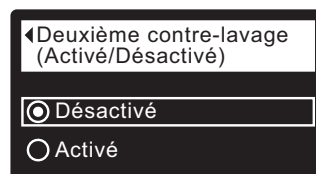

FIG. 75
- 8d. **Deuxième contre-lavage (Activé/Désactivé)** : Si le cercle à gauche de l'option souhaitée a déjà un point (cf. Figure 75), passez à l'étape 9. Sinon, appuyez sur le bouton BAS (▼) ou HAUT (▲) pour passer à l'option souhaitée, puis sur le SÉLECTEUR (O) pour valider votre choix. L'activation de cette fonction ajoute un second contre-lavage et rinçage au début du cycle de régénération. Le réglage par défaut est Désactivé. Activez cette fonction si votre alimentation en eau contient beaucoup de sédiments ou de fer.